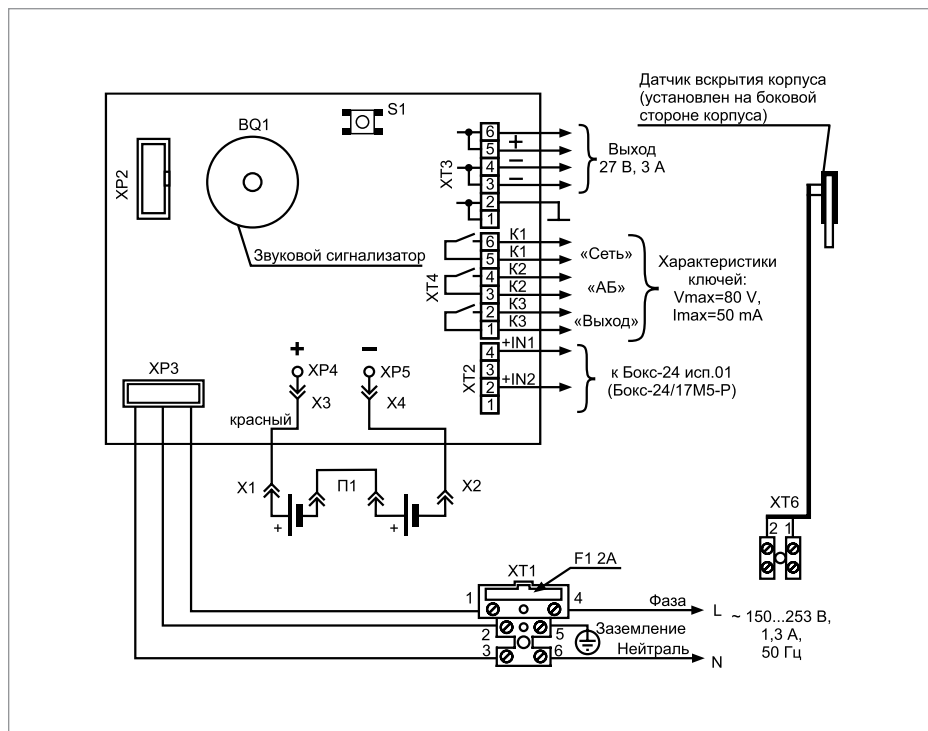

Рисунок 19. Схема подключения РИП-24 исп.15 (РИП-24-3/7М4-Р)
1.6. Схема подключения РИП-24 исп.15 (РИП-24-3/7М4-Р) приведена на Рисунок 19.
1.14. Проверьте правильность произведённого монтажа в соответствии со схемой подключения (Рисунок 19).
2.10. Отключите обе АКБ от платы РИП, отсоединив контакты X1, X2 от клемм АКБ (см. Рисунок 19).